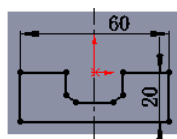

图 16.2.11 横断面草图
② 定义横断面草图。在草图环境中绘制图 16.2.11 所示的横断面草图。
(3) 定义切除深度属性。在“切除—拉伸”对话框 **方向 1** 区域的  下拉列表中选择 **给定深度** 选项，在  中输入深度值 5.0，其他选择默认设置值。
(4) 单击对话框中的  按钮，完成切除—拉伸 1 的创作。